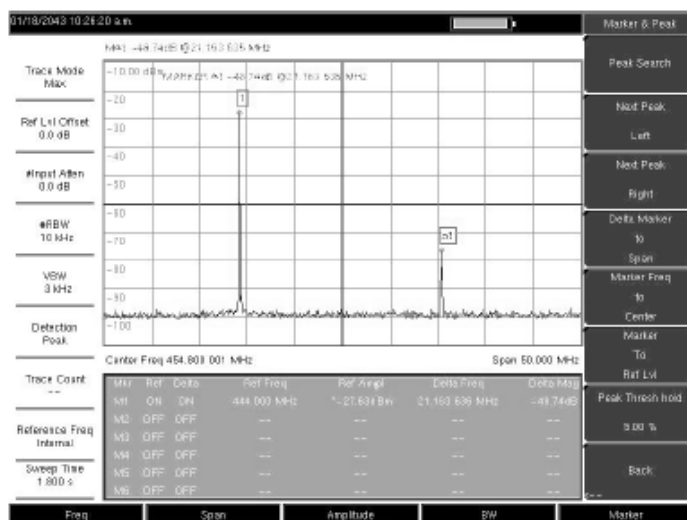

图 5-2. 模拟带外杂散辐射测量
10. 对剩下的杂散毛刺重复步骤8和9。再次使用marker 1或者选其他的marker（标记）图5-2显示了模拟的用△marker标注的偏离载波**21.000 MHz**的杂散信号。